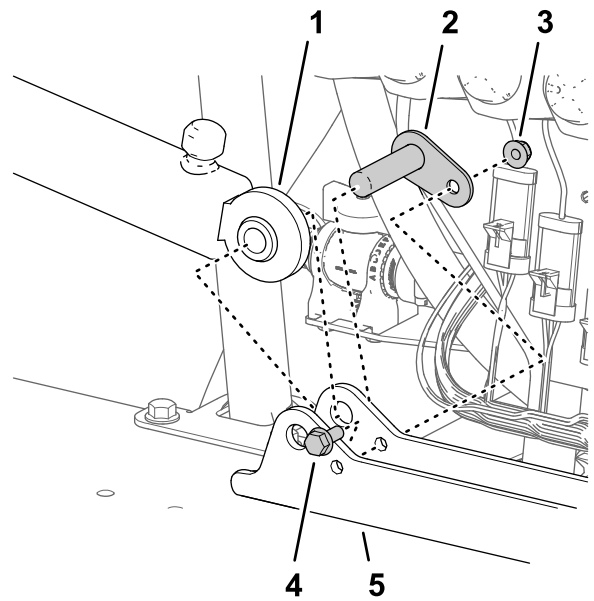

Figura 117
2. Sujete el cilindro al soporte de los cilindros con el pasador de giro, el perno con arandela prensada y una tuerca de arandela prensada (Figura 117).
1. Alinee el extremo fijo del cilindro de elevación que retiró en el paso 3 de Retirada de los cilindros de elevación (página 24) al orificio de 16 mm del bastidor del cilindro (Figura 117).